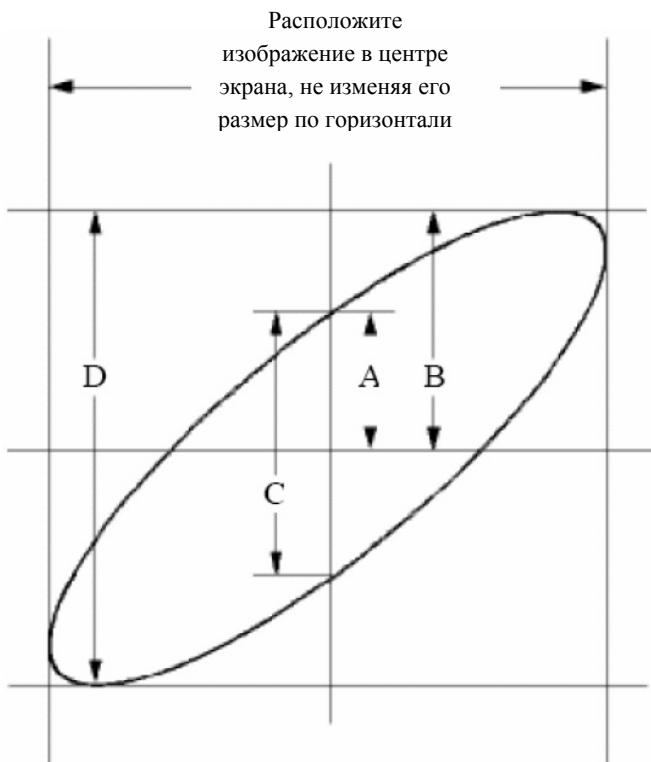

Рисунок 7-6 Фигура Лиссажу
- (1) Установите ослабление 10X переключателем на пробнике и в меню канала CH1 осциллографа (см. параграф "Установка коэффициента ослабления пробника").
- (2) Подключите с помощью пробников вход четырехполюсника к каналу CH1, а выход четырехполюсника к каналу CH2.
- (3) Нажмите кнопку **Autoset** и получите на экране осциллограммы сигналов обоих каналов.
- (4) С помощью регулятора **VOLTS/DIV** добейтесь приблизительно равной амплитуды этих сигналов.
- (5) Нажмите кнопку **Display** для вызова меню **Display**.
- (6) С помощью кнопки **H3** установите **ON** для **XY Mode**. Осциллограф отобразит эти сигналы в виде фигуры Лиссажу.
- (7) С помощью регуляторов **VOLTS/DIV** и **VERTICAL POSITION** получите оптимальное отображение формы сигнала.
- (8) Используя метод эллипса, вычислите разность фаз между сигналами двух каналов (см. рис. 7-6).